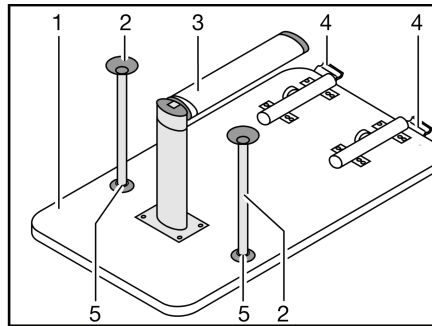

Bild 89 Bettunterbau
- Die Tischplatte (Bild 89,1) vorn ca. 45° anheben.
- Den unteren Teil des Gelenkstützfußes (Bild 89,3) um 90° umklappen. Dazu je nach Modell den unteren Teil des Gelenkstützfußes nach unten ziehen oder den Entriegelungsknopf drücken.
- An der Verriegelung (Bild 89,4) den Entriegelungsknopf drücken.
- Je nach Modell die beiden zusätzlichen Stützfüße (Bild 89,2) in die Aufnahmen (Bild 89,5) an der Unterseite der Tischplatte stecken.